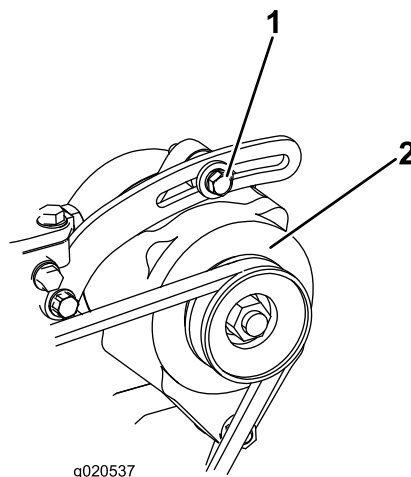

Figura 87
- Se a deslocação obtida não for igual a 10 mm, deve desapertar os parafusos de montagem do alternador (Figura 87).